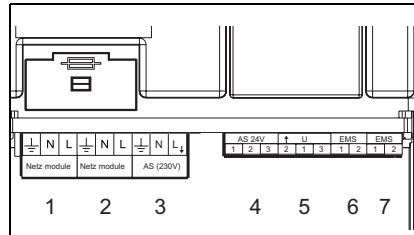
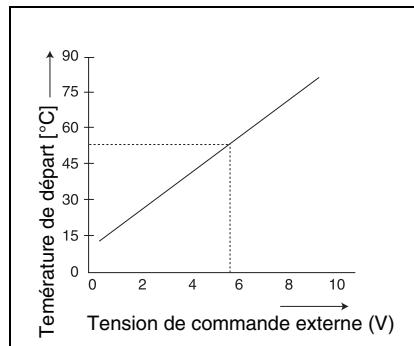
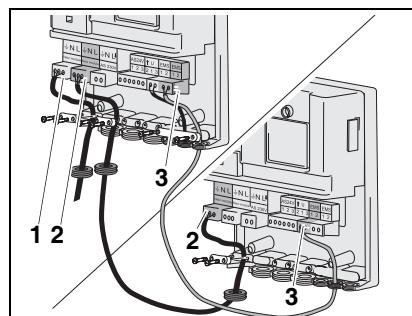

Fig. 2 Raccordements
Fig. 3 Diagramme 0 - 10V
Fig. 4 Branchements de plusieurs modules, raccordement au secteur
a) Le raccordement AS 24V (fig. 2, pos. 4), il s'agit ici d'un contact inverseur isolé pour basse tension jusqu'à 24 V. Ce signal de défaut peut être lu par un système de gestion automatisée du bâtiment, par exemple.
b) Le raccord AS 230V (fig. 2, pos. 3), celui-ci permet de commander un klaxon ou une lampe d'alarme, par exemple. Dans le cas d'un défaut, ce raccord est sous une tension de 230 VCA.
Le module EM10 peut être utilisé comme interface entre la chaudière et un système de gestion automatisée du bâtiment par exemple. A l'aide d'un signal 0-10 VCC (fig. 2, pos. 5), il est possible de réaliser une commande par la température de départ ou la puissance (fig. 3).
Cette régulation est activée lorsque vous ponez les blocs de jonction 1 et 3. voir fig. 2, pos. 5 et le schéma électrique à la page 47. Le module EM10 transmet le signal 0-10 V à une consigne de puissance. Il s'agit ici d'un rapport linéaire, voir tableau 2.
Il est possible de relier plusieurs modules (p.ex. EM10 et VM10). Pour relier deux ou plus de modules, il est toujours possible de ponter le raccord du secteur (fig. 4, pos. 2) et le raccord EMS (fig. 4, pos. 3).
- Raccorder le thermostat Logamatic RC au câble du bus EMS (fig. 4, pos. 3).
- Branchez au secteur le raccord 230 VCA (fig. 2, pos. 1 et fig. 4, pos. 1).